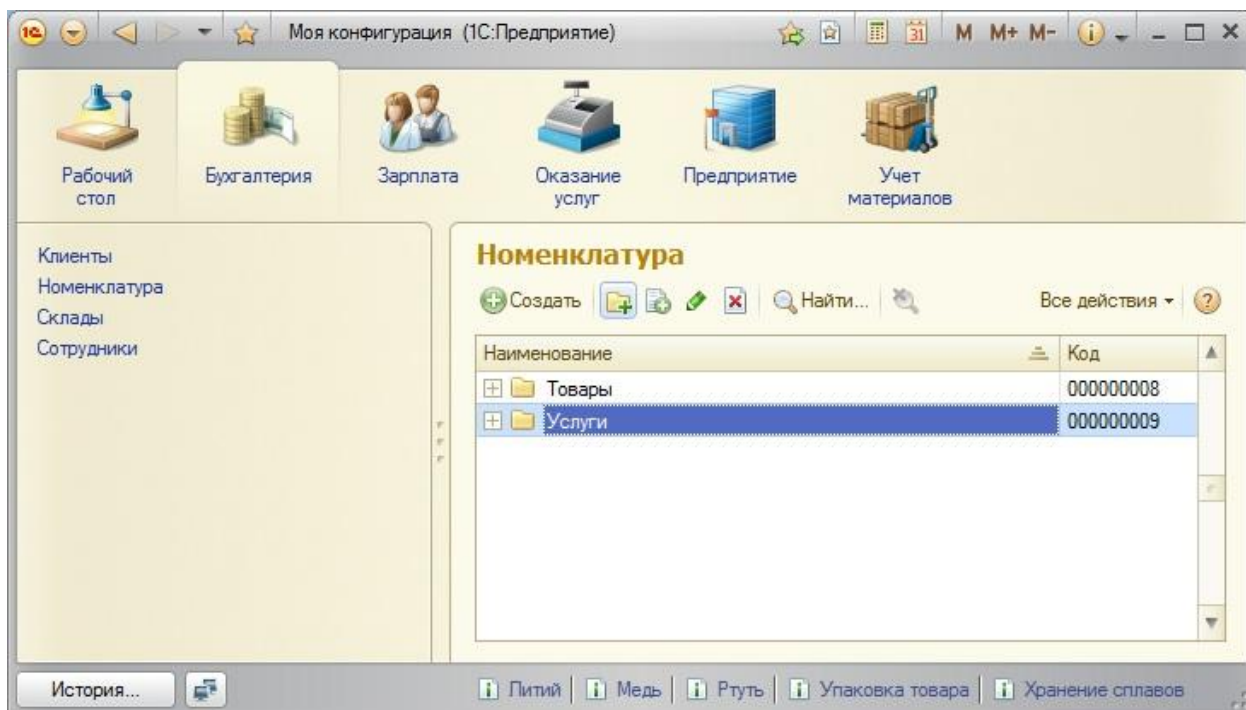

Рисунок 26 Создание новой группы в справочнике
- Запустите приложение в режиме «1С:Предприятие». Откройте справочник «Номенклатура» и создайте с помощью кнопки «**Создать новую группу**» на панели инструментов две группы: Товары, Услуги (рис. 26).